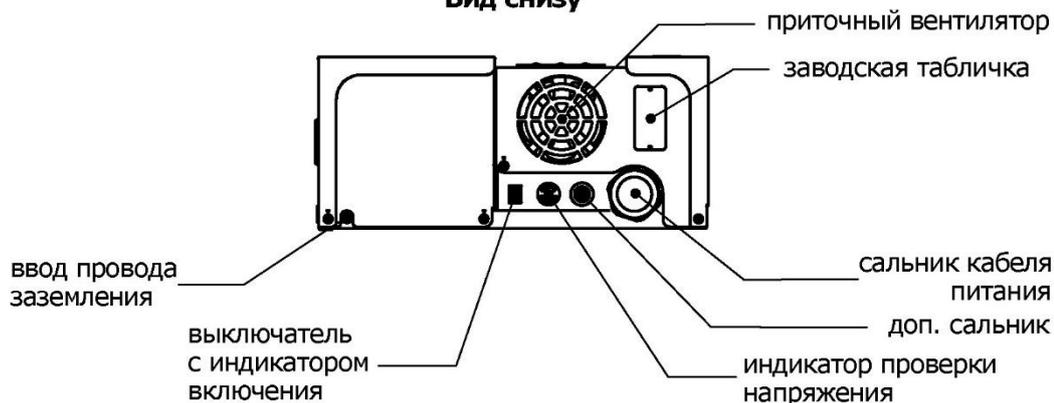
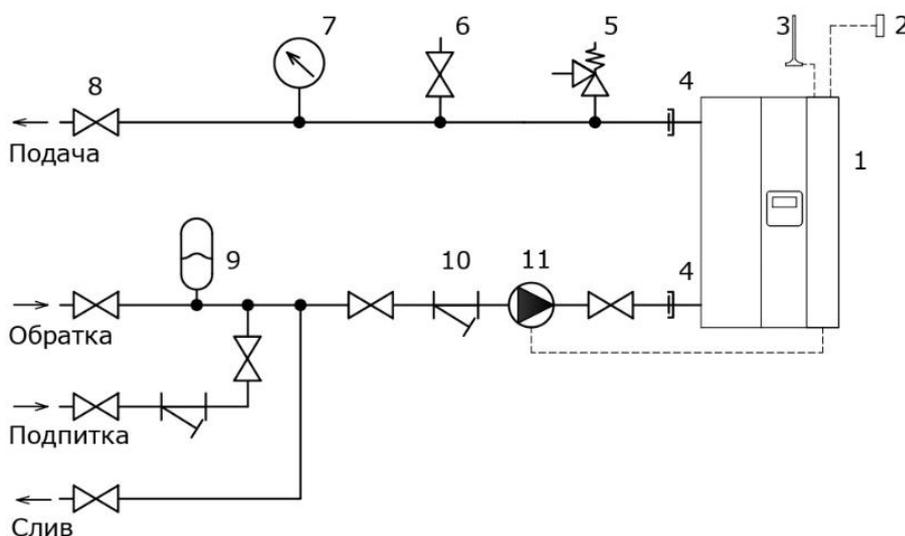

Рис. 3
Рис. 6
4.3. Внутреннее устройство электродкотла показано на рис. 3. На основании корпуса закреплён теплоизолированный бак со встроенными блоками ТЭНов. В верхней части электродкотла с левой стороны расположен патрубок выходной, в нижней части - патрубок входной. На крышке бака расположены: датчик температуры выходной, термовыключатель, датчик уровня и автоматический воздухоотводчик. В нижней части бака расположены: датчик температуры входной и патрубок слива с пробкой.
6.7. Упрощённая схема подключения электрокотла показана на рис. 6.
6.10. Перед первым заполнением системы отопления закрутить до упора пластиковую пробку автоматического воздухоотводчика электродкотла (см. рис. 3), чтобы избежать его засорение. После удаления воздуха через ручной воздухоотводчик (поз. 6 рис. 6), пробку автоматического воздухоотводчика полностью выкрутить. Надеть воздухоотводящую трубку на штуцер автоматического воздухоотводчика электродкотла и зафиксировать её хомутом из комплекта поставки. Автоматический воздухоотводчик предназначен для сброса воздуха, образующегося в электродкотле в процессе эксплуатации. Если подающий трубопровод расположен выше уровня выходного патрубка электродкотла, то на его верхнем участке необходимо установить дополнительные автоматический и ручной воздухоотводчик. Нельзя переставлять автоматический воздухоотводчик электродкотла на верхний участок подающего трубопровода.